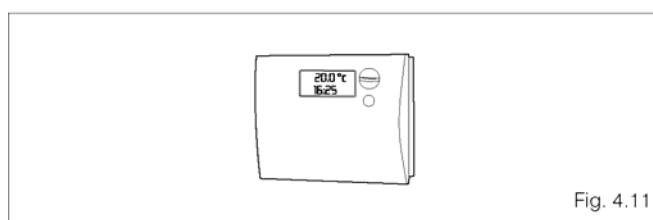

Fig. 4.11
- При изменении настроек термостата температуры в помещении или программируемого таймера (рисунок 4.11)